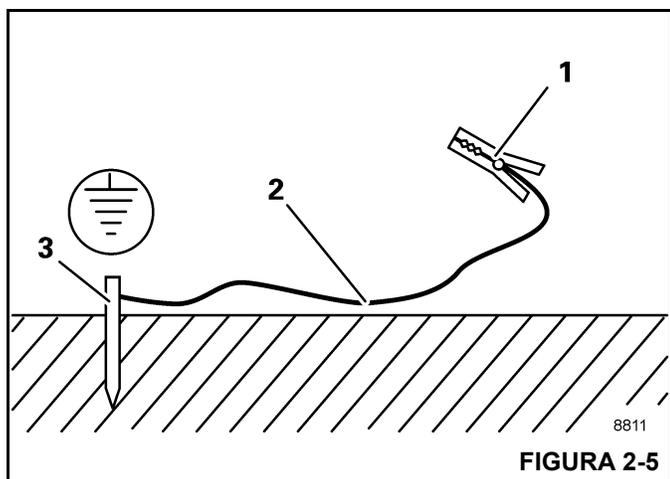

FIGURA 2-5
1. Martele uma haste de metal (3, Figura 2-5) (comprimento de aproximadamente 2,0 m [6,6 pés]) pelo menos 1,5 m (5 pés) no solo.
2. Umedeça o solo ao redor da haste de metal (3) para obter melhor condutividade.
3. Prenda o cabo isolado (2) na haste de metal (3) seção transversal de pelo menos 16 mm² (0,025 pol.²) (AWG 5).
4. Conecte a extremidade livre do cabo com um grampo (1) a um local com boa condutividade elétrica na estrutura.